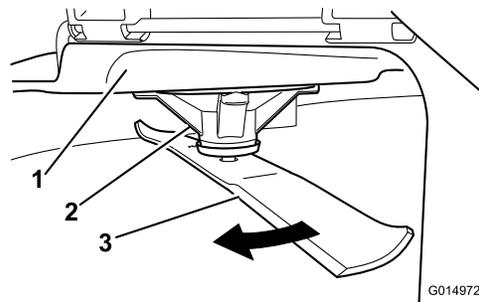

Рисунок 72
2. Используя толстые перчатки или другие подходящие средства защиты рук, медленно поверните нож в положение, позволяющее измерить расстояние от режущей кромки до уровня горизонтальной поверхности, на которой стоит машина (Рисунок 72).